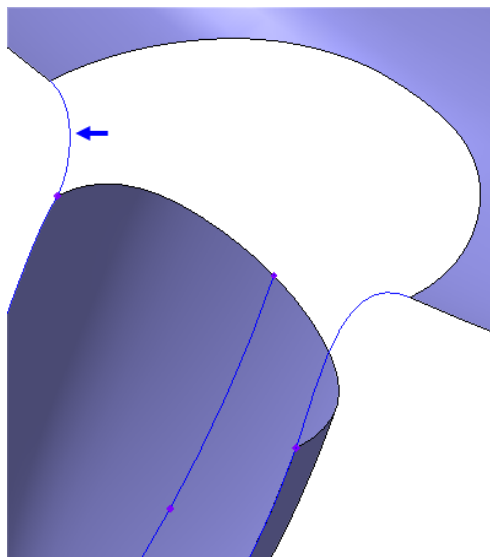

Рисунок 64
- Таким же образом постройте сплайн слева (рис.64).